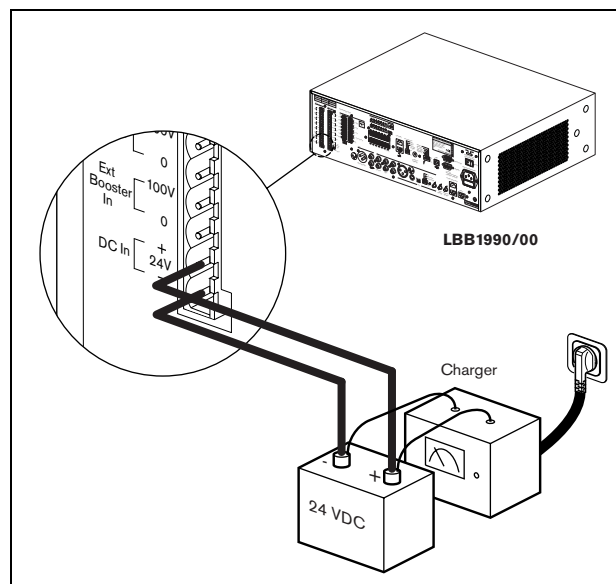

figura 3.18: Collegamento di un alimentatore di riserva
L'unità di controllo dell'allarme vocale è dotata di un ingresso a 24 V(CC) per il collegamento di un alimentatore di riserva (ad es. una batteria) per alimentare il sistema quando l'alimentazione di rete non è disponibile. Per i dettagli sui collegamenti, vedere figura 3.18.